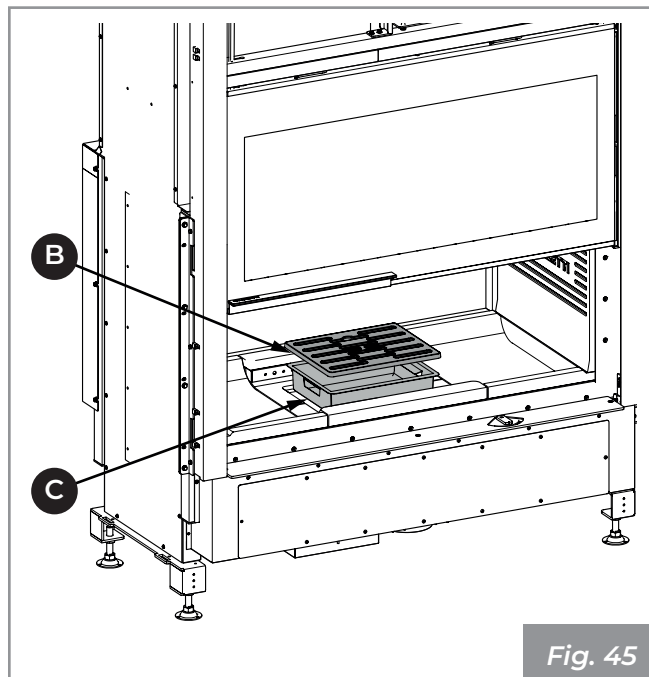

Fig. 45
- 2) Levantar y retirar la rejilla (B) y el cajón de cenizas (C) (Fig. 45).